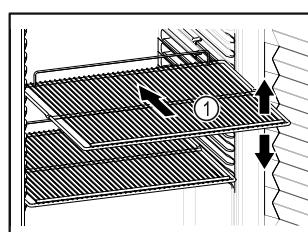

Fig. 50 Príklad zobrazenia
- Ak sa dajú odkladacie rošty Fig. 50 (1) premiestniť, prispôsobte výšku.